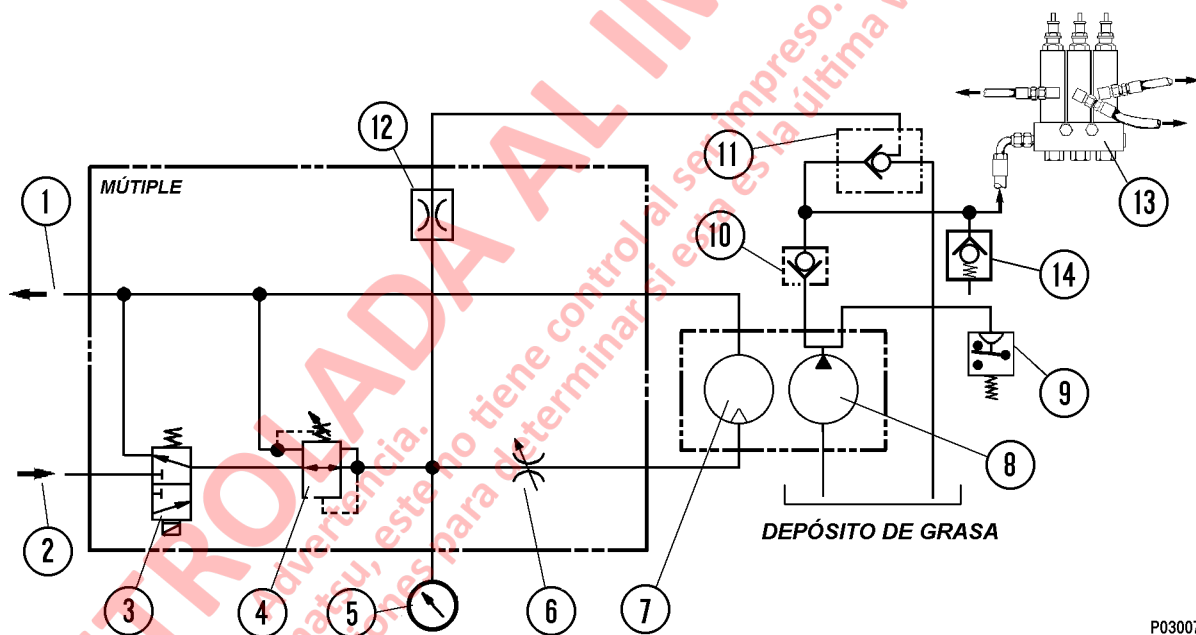

FIGURA 3-3. ESQUEMA HIDRÁULICO
El temporizador del ciclo de lubricación en estado sólido entrega una señal a intervalos programados de 24 VDC para energizar la válvula solenoide (3, Figura 3-3) y así entregar flujo de aceite para hacer funcionar el motor de la bomba de grasa. Este temporizador está instalado en el gabinete de la interfaz eléctrica.
La válvula de alivio (14, Figura 3-3) protege a la bomba contra altas presiones y está ajustada a 27 580 kPa (4000 psi).
2. El temporizador suministra 24 VDC para energizar la válvula solenoide de la bomba (3, Figura 3-3), lo que le permite al aceite hidráulico proveniente del circuito de la bomba de dirección del camión fluir hacia el motor de la bomba e iniciar el ciclo de bombeo.
3. El aceite hidráulico que viene desde el circuito de dirección pasa por la válvula reductora de presión (4) y la válvula de control de flujo (6) antes de ingresar al motor. Puede verificar la presión de la bomba con un medidor de presión opcional (5) instalado en el múltiple.
4. Cuando el aceite fluye hacia el motor hidráulico, la bomba de grasa se activa y comienza a bombear grasa desde el depósito hacia los inyectores (13) y hacia la válvula de ventilación (11) a través de una válvula de retención (10).
7. Después de que la válvula solenoide de la bomba quede desenergizada, la presión hidráulica en el múltiple disminuye y la válvula de ventilación (11, Figura 3-3) se abre para liberar la presión de grasa existente en las líneas de los bancos del inyector. Esto le permite a los inyectores recargarse para el próximo ciclo de lubricación.